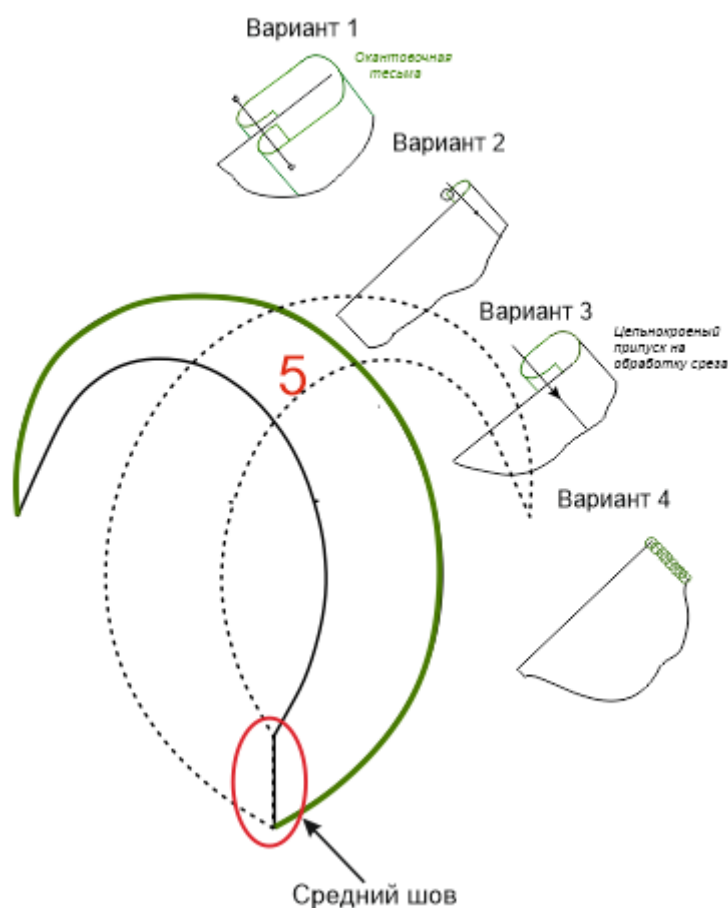

Рис. 1
6. Обработайте нижний срез волана декольте. Варианты обработки показаны на рис.1.
14. Обработайте нижний срез волана также, как вы обрабатывали нижний срез волана декольте (Рис. 1).